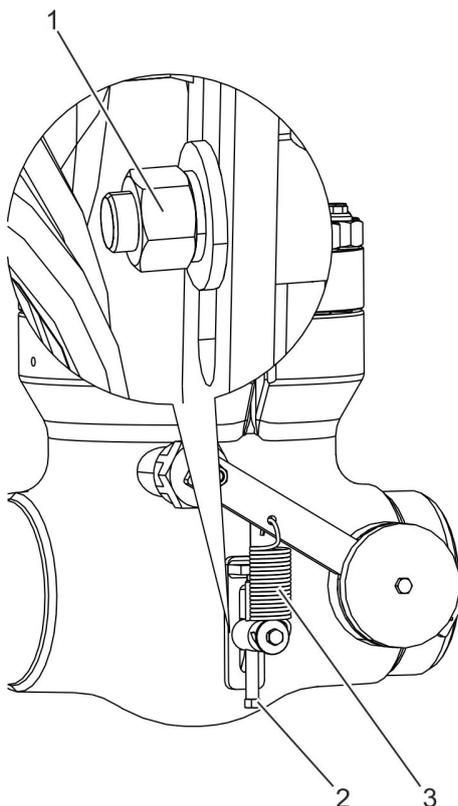

Abb. 37: Feder demontieren
1. ➔ Befestigungsmutter (Abb. 37/1) des Haltebolzens vorsichtig lösen.
*Befestigungsmutter (Abb. 37/1) nicht vom Haltebolzen entfernen.*
2. ➔ Stellschraube (Abb. 37/2) lösen, bis die Feder (Abb. 37/3) vollständig entspannt ist.